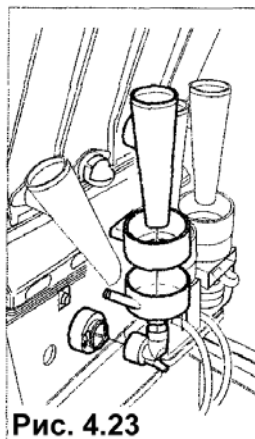

Рис. 4.23
- Снимите все желоба для сыпучих продуктов, воронки для воды, смесительные камеры, взбивалки и силиконовые трубки и также погрузите эти части в подготовленный раствор (рис. 4.23).